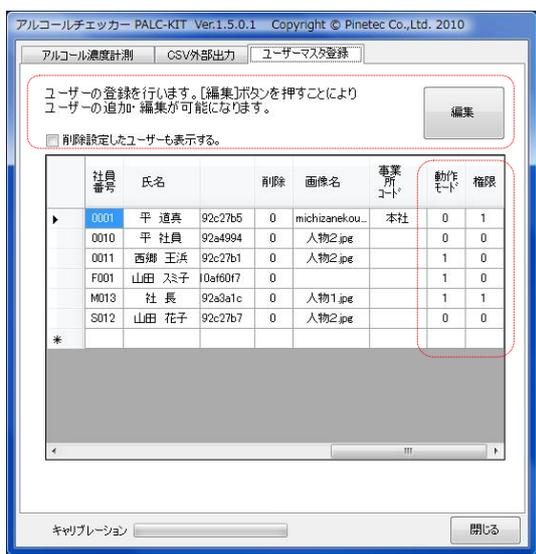

図 77 ユーザーマスタ登録
- ② [編集] ボタンをクリックすると、メッセージが「編集権限の認証を行います。ID カードをかざして下さい。」と表示されます。(図 77) ここで権限者の ID カードをかざす事により編集モードに入ります。
- ③ 以下の各欄にユーザーの情報を入力します。